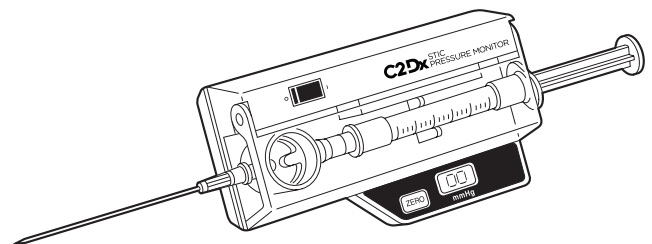

図3
9. 皮膚に針を挿入する予定の角度に近づけます。精度を確保するため、ディスプレイの読み取り値は-8から+9 mmHgの範囲でなければなりません。ZERO ボタンを押します。約2秒後のディスプレイの読み取り値が「00」となります。図3を参照してください。